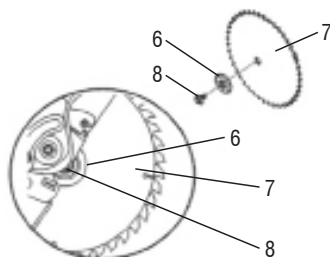

Fig. 12 – Remoção da lâmina
- 6 - Remova o parafuso do eixo da serra (4), a flange (6) e a lâmina (7). Não remova a flange interna da máquina, Fig. 12.